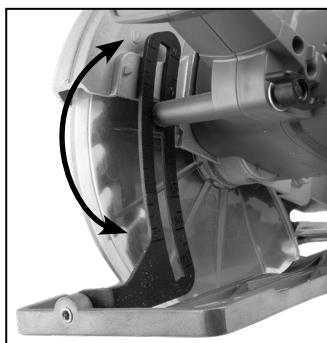

Fig. 7 – Profundidad de corte
- b. Levante/baje la placa base y ajuste la cuchilla a la profundidad requerida como se muestra en la escala de profundidad de corte (Fig. 7).*